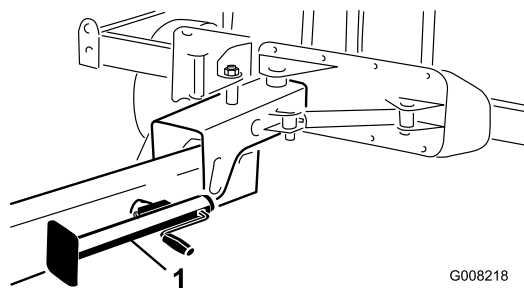

図 24
8. ジャッキを床面に降ろして、機体を支える (図 24)。